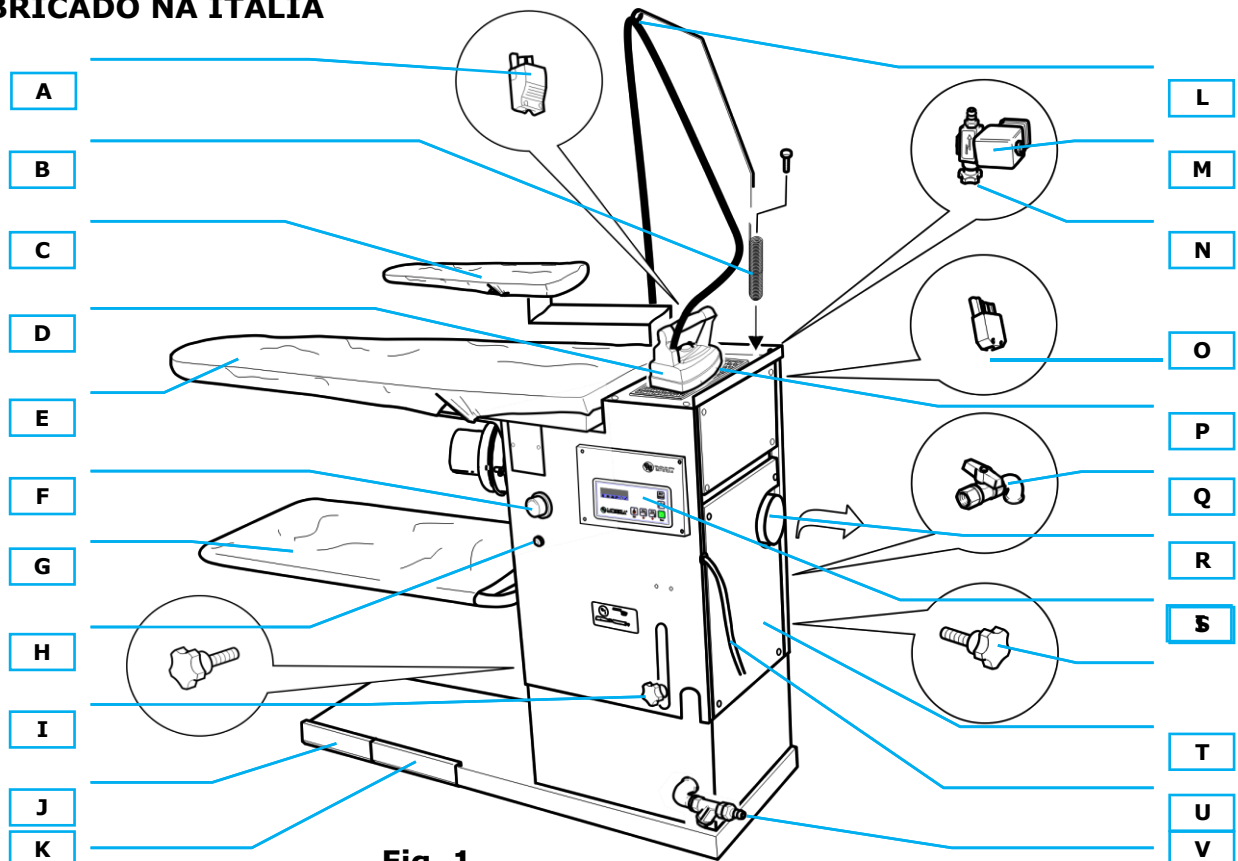

Fig. 1
3. Para os modelos equipados com braço de passar roupas, insira o braço (fig. 1-C) e fixe-o parafusando os respectivos parafusos. Insira o plugue do braço no soquete específico (fig. 1-A).
5. Fixe o suporte do cabo no orifício específico (fig. 1-B), conecte o plugue de ferro ao soquete (fig. 1-O) e fixe a mangueira de vapor na válvula solenoide com uma abraçadeira de mangueira (fig. 1-M).
6. Fixe os cabos do ferro de passar no gancho do suporte do cabo, prestando atenção para evitar torções (fig. 1-L).
7. Coloque o ferro de passar sobre a borracha de descanso do ferro de passar (fig. 1-P).
Para conexão, verifique se há uma torneira próxima e uma mangueira de borracha que resista à pressão do aqueduto. A mangueira de borracha deve ser inserida e fixada no "SUPORTE DE MANGUEIRA DE ENTRADA DE ÁGUA" da máquina (diâmetro 10 mm.) (fig. 1-V) com o uso de duas abraçadeiras de mangueira.
2. Ajuste o termostato do painel eletrônico em 80/90°C (fig. 1-F): uma vez que a lâmpada piloto do painel eletrônico se desliga (fig. 1-H), a caldeira atingiu a temperatura definida e está pronta para passar roupa. Toda vez que a caldeira esfria, a lâmpada piloto acende.
3. Aguarde até que a luz da caldeira seja ligada. Pegue o ferro pelo cabo de que possui cortiça, e aponte-o para o chão e pressione o micro interruptor (fig. 2) 4 ou 5 vezes, para que o vapor saia. Este procedimento deve ser realizado para aquecer a mangueira que leva vapor para o ferro e evitar que saia água dele. Para ajustar o fluxo de vapor, você deve trabalhar no botão da válvula solenoide (fig. 1-N).